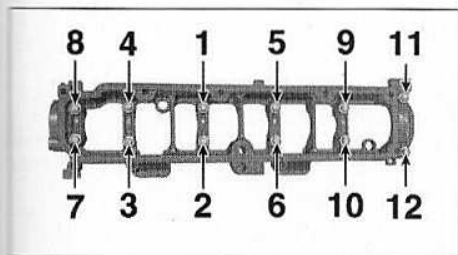

FIG.77
- Serrer les vis de la partie supérieure du carter-paliers d'arbre à cames dans l'ordre et au couple préconisé (Fig.77).